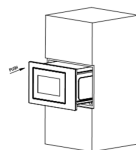

Fig.1
1. Col·loqui el forn microones en l'armari de paret i empenyi'l cap endavant fins al final (Fig. 1)